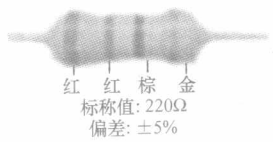

图 1-1 色环电阻器识别示例
1、2 环表示两位有效数字，第 3 环表示倍乘数，第 4 环表示允许偏差，如图 1-1 所示。